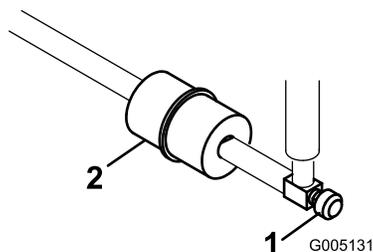

Рисунок 35
Проходной топливный фильтр встроен в топливный трубопровод между топливным баком и карбюратором (Рисунок 35).
1. Закройте клапан отключения подачи топлива (Рисунок 35).
2. Установите под фильтр сливной поддон, ослабьте шланговый хомут на обращенной к карбюратору стороне фильтра и отсоедините топливный трубопровод от фильтра (Рисунок 35).
3. Ослабьте другой шланговый хомут и снимите фильтр (Рисунок 35).